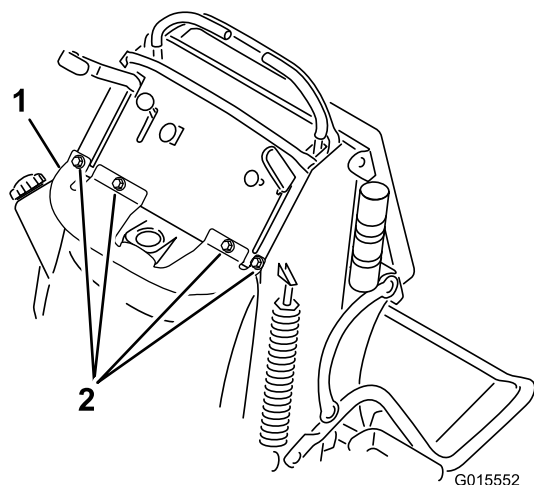

Figura 2
6. Retire los 4 pernos que sujetan el soporte de la parte superior del depósito de combustible (Figura 2).